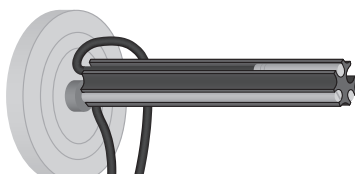

Bild 12: Der Fühler des Thermometers und die Temperaturfühler schließen bündig mit der Stirnseite des Steckmoduls ab bzw. stehen leicht über.
3. Richten Sie das Thermometer und die Temperaturfühler so aus, dass sie bündig mit der Stirnseite abschließen bzw. leicht überstehen (► Bild 12).